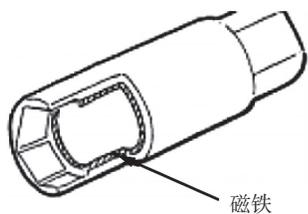
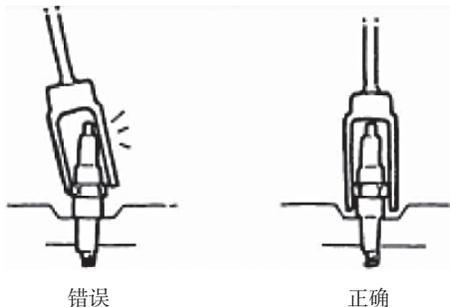

图 1-2-22 火花塞套筒
图 1-2-23 火花塞套筒的使用
(6) 火花塞套筒
① 火花塞套筒专为安装和拆卸火花塞而设计。内部磁铁能够牢固吸引住火花塞,从而使工作更轻松,如图 1-2-22 所示。
- ② 火花塞套筒加上长度合适的延长杆和棘轮手柄，能够轻松地安装或拆卸难于触及的火花塞。
- ③ 在火花塞上要直立使用火花塞套筒，倾斜使用将损坏火花塞绝缘体，如图 1-2-23 所示。